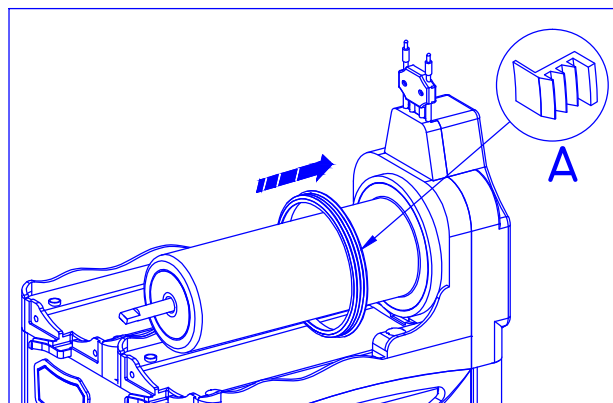

Fig. 18
Coloque la junta del tanque en el fondo del cilindro evaporador, lubricando la parte superior (A). (Fig. 18)